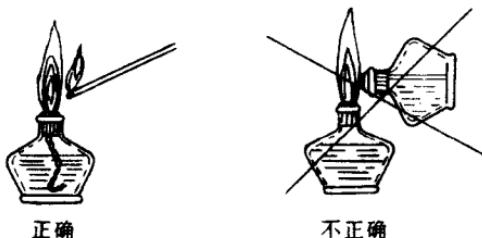

图 1-1 酒精灯的点法
①酒精灯。使用酒精灯时，应移开玻璃罩，再把火柴移近灯芯点燃，见图 1-1。不能拿灯移近另一只酒精灯去点燃，这样做，很容易使酒精灯的酒精漏出，发生危险。用毕盖上盖子使火焰熄灭，决不能用嘴去吹灭。